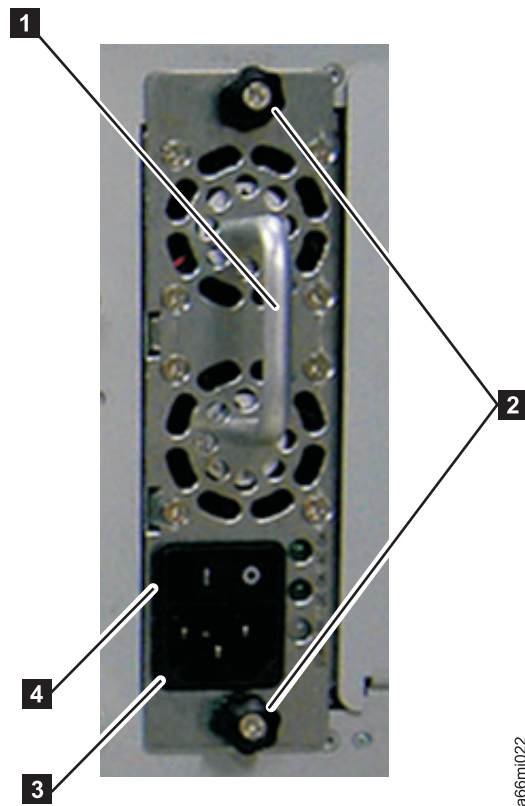

Figura 3-14. Fonte de Alimentação do Módulo de Controle
1. Substitua o componente de fonte de alimentação deslizando-o para dentro do slot da fonte de alimentação. Primeiro, segure a alça (**1** na Figura 3-14) enquanto apoia o componente de fonte de alimentação pelo lado de baixo. Em seguida, alinhe o componente da fonte de alimentação com as guias no slot da fonte de alimentação e empurre-o com cuidado para dentro da biblioteca.
2. Aperte os dois parafusos de aperto manual (**2** na Figura 3-14) no componente da fonte de alimentação, girando-os em sentido horário.